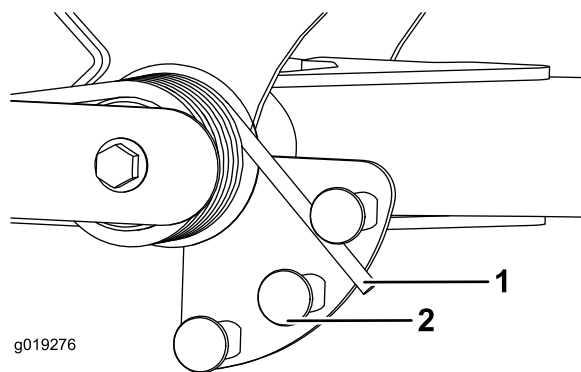

Bild 67
2. Stecken Sie ein Rohr oder ein ähnliches Objekt in das lange Federende und drehen Sie es um den Federaktuator in die gewünschte Stellung (**Bild 67**).